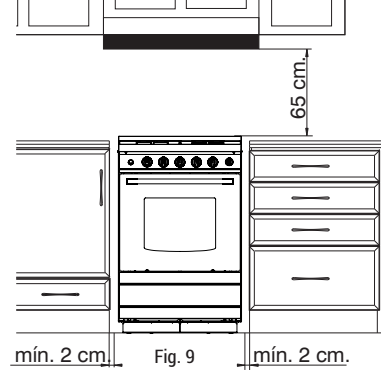

Fig. 9
- Puede colocarse entre muebles, separados al menos 2 cm y que no superen la altura del plano de cocción. (Fig. 9)